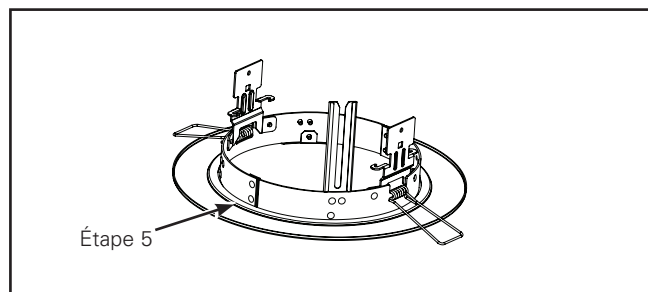

Figure 2. Étapes d'installation
5. Assurez-vous que l'anneau est bien à plat sur les quatre brides de la garniture (Figure 2.).